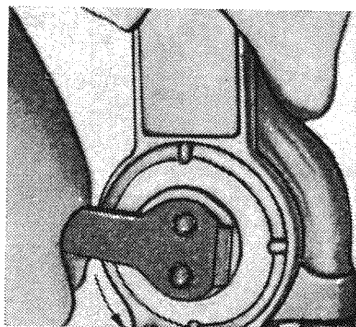

Рис. 108
7. С помощью ключа электроспуска вывернуть вкладыш стопы и вынуть якорь (рис. 108).